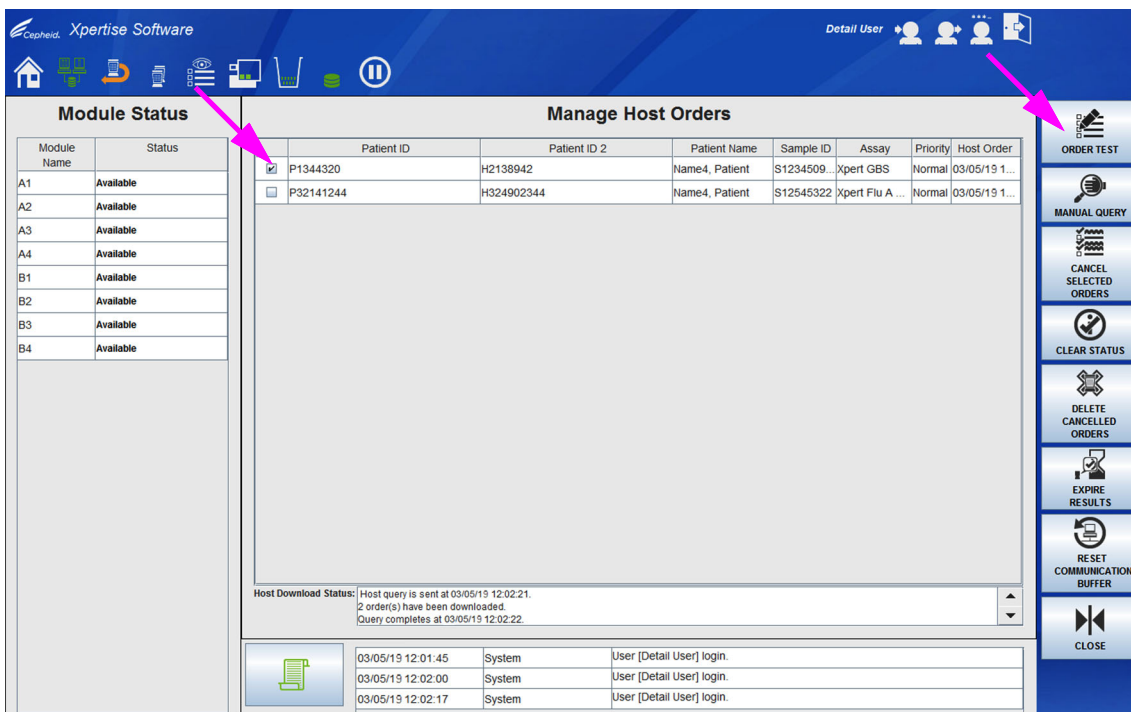

図 5-164. ホストオーダーの管理ワークスペース、保留中のホストのオーダーを表示
1. **ホストオーダーの管理 (Manage Host Orders)** アイコンを選択して、ホストオーダーの管理 (Manage Host Orders) ワークスペースパネルを表示します。図 5-164 を参照。
**手動クエリ (MANUAL QUERY)** ボタン (図 5-164 を参照) を選択して、現在ホストにあるすべてのテストオーダーをリストアップすることにより、ホストから新しいテストオーダーを手動で要求できます。オーダーがホストからダウンロードされたら、セクション 5.8.1.1 の指示に従って続行します。